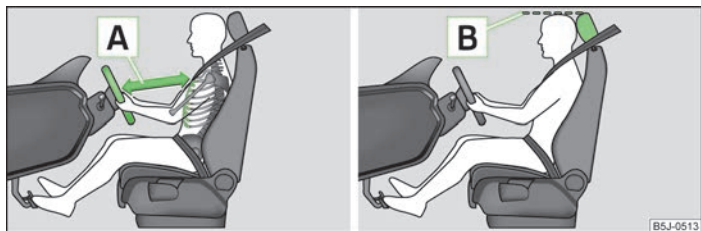

Fig. 93 Distanța corectă dintre șofer și volan / Reglarea corectă a tetierei
- Reglați volanul astfel încât distanța **A** » fig. 93 dintre volan și torace să fie de cel puțin 25 cm.
- Reglați tetierele astfel, încât marginea superioară **B** » fig. 93 la pagina 102 » pagina 102 a tetierei să se afle, pe cât posibil, la aceeași înălțime cu partea superioară a capului dumneavoastră.